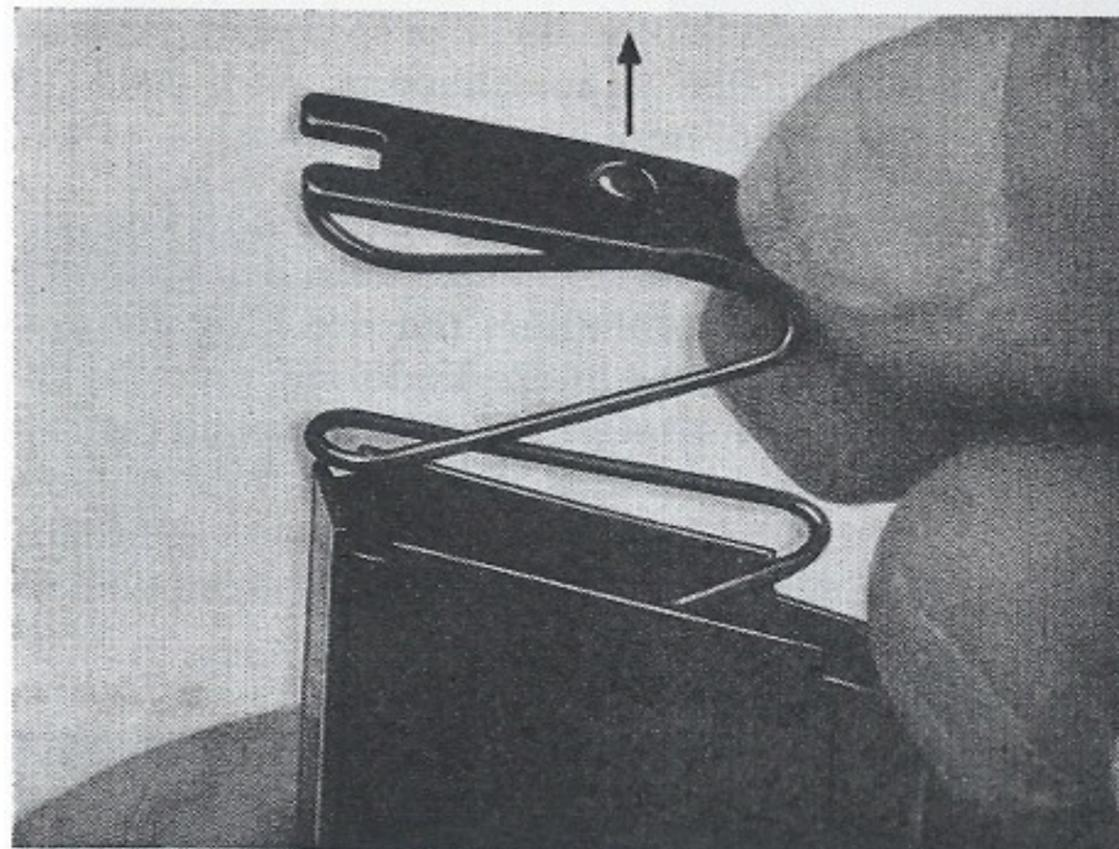

Bild 12
- (2) Den Bodenhalter, die Zubringerfeder und den Zubringer dem Magazingehäuse entnehmen (Bild 12).